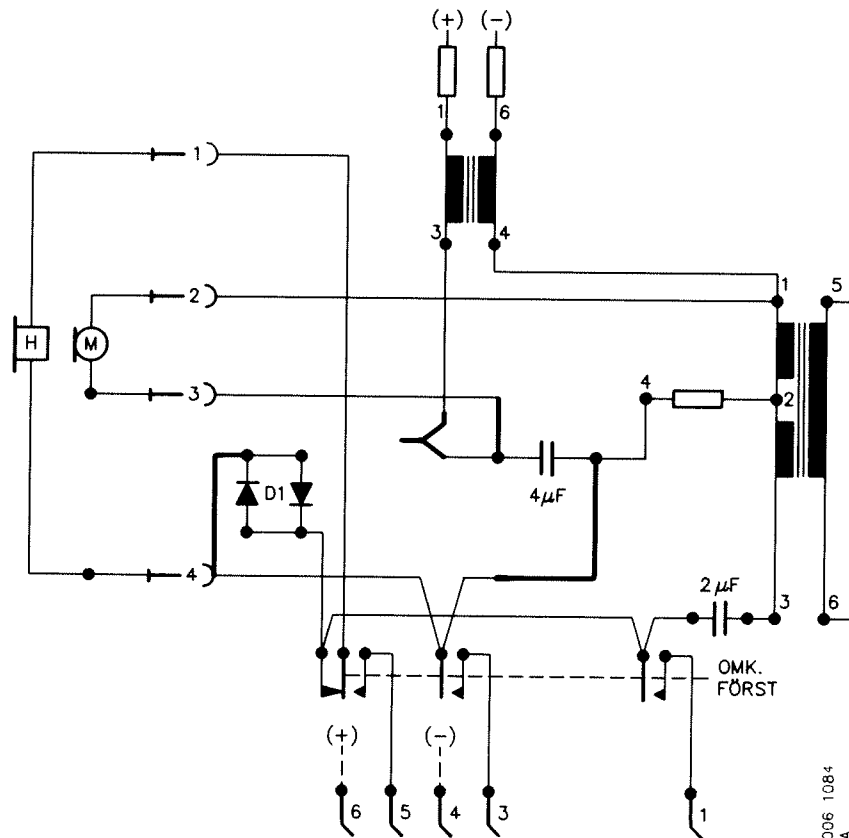

Bild 48. Koppling av talanordning lfc efter modifiering
- Flytta, enligt bild 48, förbindningarna som lossats från $C=4\ \mu\text{F}$. Toppskarva förbindningarna som lossats från diodbryggan D1.